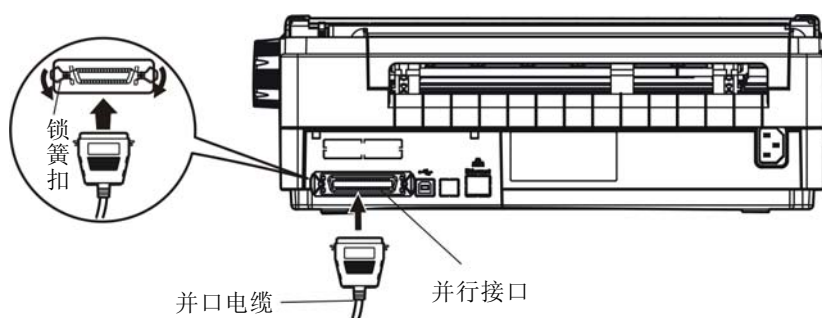

图 1-13 连接并口电缆
1. 关闭计算机和打印机的电源。将并口电缆插头连接到打印机的并行接口，扣上连接器两侧的锁簧扣，使插头固定（如图 1-13 所示）。